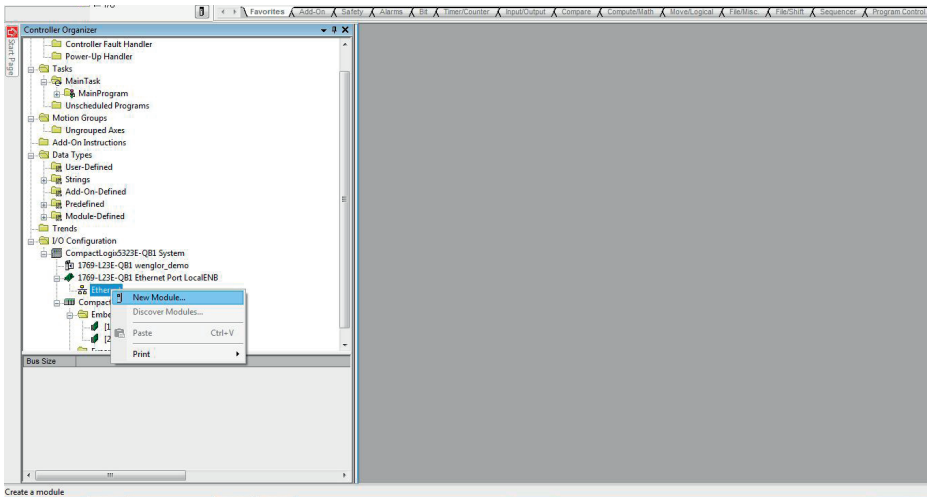

Abbildung 10: Controller Organizer
- Nachfolgend muss im „Controller Organizer“ unter „I/O Configuration“ und der verwendeten Steuerung/Controller der Punkt „Ethernet“ ausgewählt und über einen „Rechtsklick“ das Kontextmenü geöffnet werden. Hier den Punkt „New Module“ auswählen (Abbildung 10).